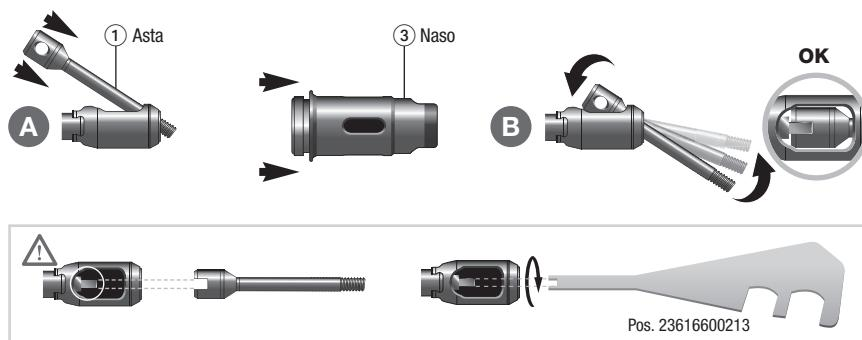

Figura 4 - Allineamento asta
**D:** Rimontare la nuova asta ① facendo attenzione ad allineare la scanalatura posteriore con il comando di avvitamento (vedi in figura 4)
**E:** Riposizionare il naso ③
**F:** Stringere nuovamente il naso ③ a 15 Nm.
**G:** Avvitare il nuovo nasello ② all'interno del naso e bloccarlo dopo aver regolato la posizione corretta grazie al dado.